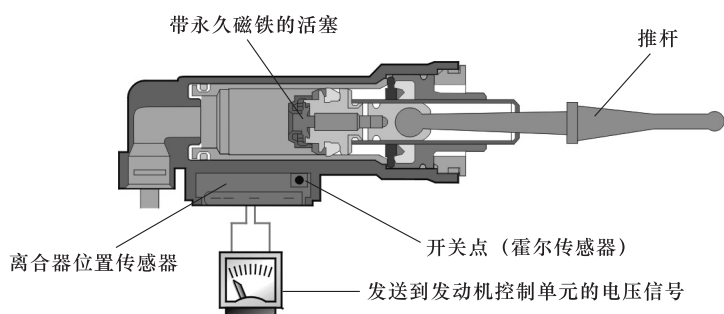

图 4-140 踩下离合器踏板
(2) 踩下离合器踏板 踩下离合器踏板时推杆与活塞一起向离合器位置传感器方向移动，如图 4-140 所示。活塞前端有一个永久磁铁。只要永久磁铁经过霍尔传感器的开关点，电子分析装置就会将一个 0 ~ 2V 的电压信号发送给发动机控制单元。借此识别离合器踏板是否踩下。